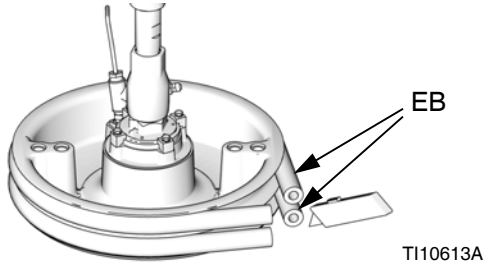

FIG. 15
1. Per sostituire eccentrici usurati o danneggiati (EB), sollevare la piastra fuori dal fusto. Rimuovere il fusto dalla base. Eliminare il fluido dalla piastra.
2. Tagliare gli eccentrici superiore e inferiore con un coltello e rimuoverli dalla piastra. Vedere la FIG. 15.